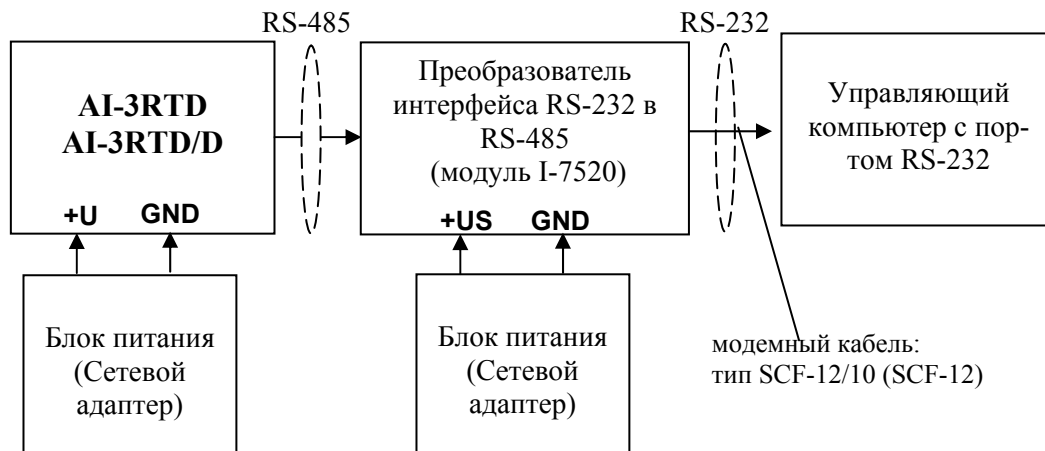

Рисунок 6.1
- подготовить рабочее место по схеме рис.6.1